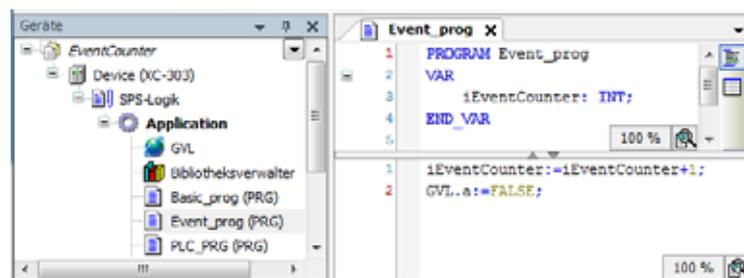

Abbildung 52: Programmbaustein für eine ereignisgesteuerte Task
- ▶ Sie können nun ein Programm eingeben. Im Programmbeispiel „Param_prog“ (Abbildung 52) wird die Variable „value“ um den Wert 1 erhöht. Das Programm „Param_prog“ wird abgearbeitet, wenn die Variable a = TRUE wird.